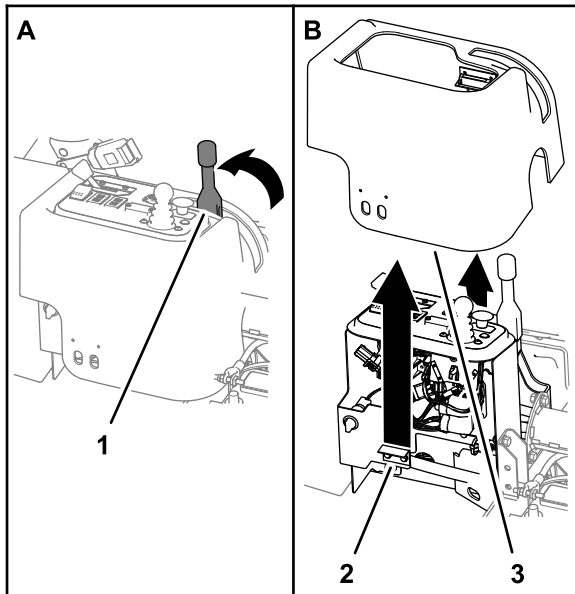

Figura 5
1. Verificate che il freno di stazionamento sia inserito (Figura 5).
2. Sollevate la protezione della consolle per liberare il fermo magnetico della protezione dalla staffa a battuta sul supporto della consolle (Figura 5).